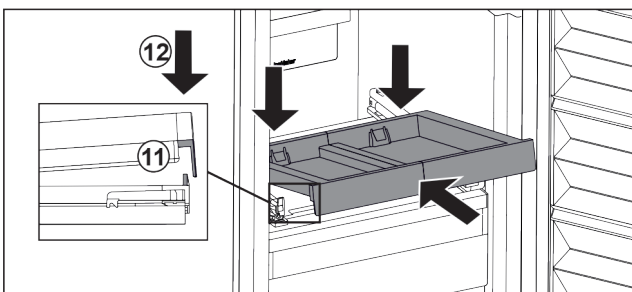

Fig. 143
- ▶ Вставити навкоси. Звертайте увагу, щоб з обох боків упор був за накладкою. Fig. 143 (11)
- ▶ Витяжну панель опустити спереду. Fig. 143 (12)